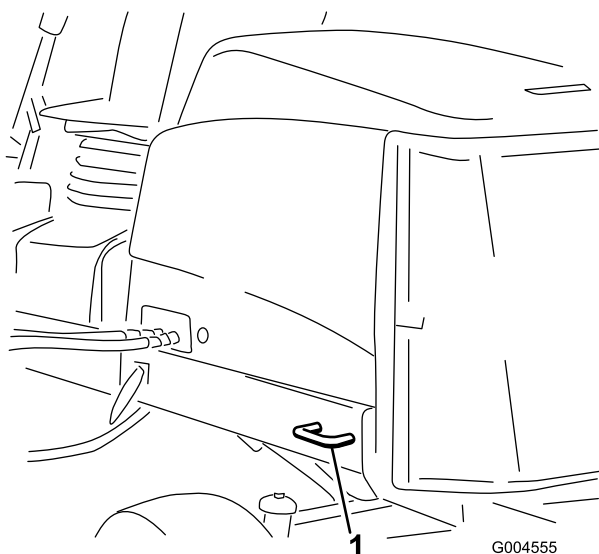

Figura 25
- Detrás – en cada lado de la máquina, en el bastidor trasero (Figura 25).